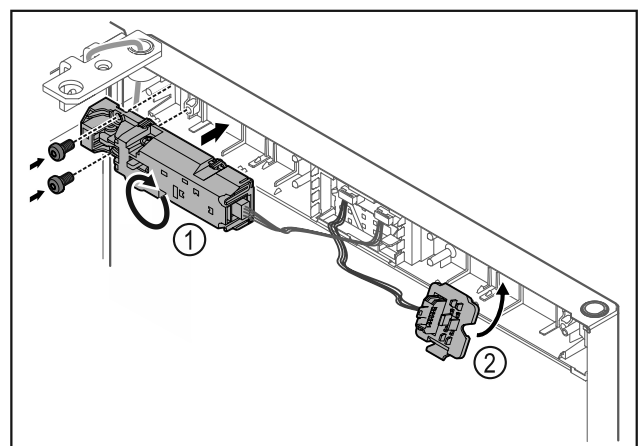

Fig. 22
- ▶ Afstandsslot Fig. 22 (1) met 180° draaien en aan tegenoverliggende zijde bevestigen.
- ▶ Steckerhouder Fig. 22 (2) aan tegenoverliggende zijde vergrendelen.